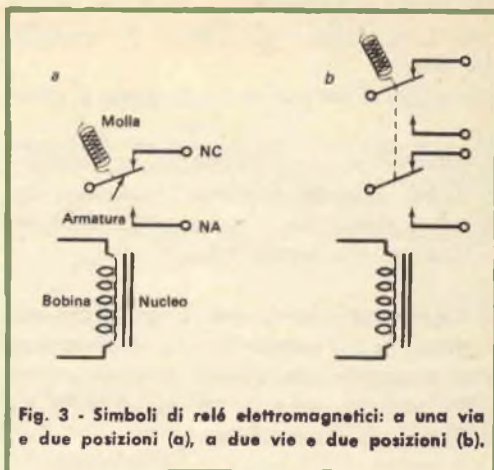

Fig. 3 - Simboli di relé elettromagnetici: a una via e due posizioni (a), a due vie e due posizioni (b).
Il relé elettromagnetico è un dispositivo abbastanza semplice e, come è illustrato nella *fig. 3-a*, è composto di un nucleo di ferro, di una bobina, di un'armatura di ferro dolce imperniata e di due o più contatti. L'armatura viene mantenuta in posizione "aperta" da una molletta. Nel caso di un relé a due posizioni un contatto è normalmente chiuso (NC) mentre l'altro è normalmente aperto (NA). Quando si applica una tensione alla bobina si genera un campo magnetico e l'armatura viene attratta, vincendo la tensione della molla, contro il contatto NA.
Nella maggior parte dei montaggi a transistori con relé si usano contatti ad una via e due disposizioni come nella *fig. 3-a c*, in
alcuni casi, contatti a due vie e due posizioni come nella *fig. 3-b*. Di regola le caratteristiche dei contatti non sono critiche eccetto i casi in cui si debbano commutare potenze discrete.